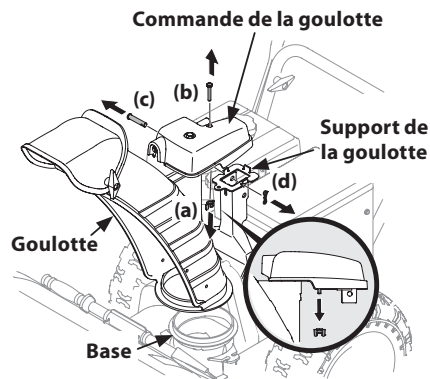

Figure 2-13
1. Retirez l'écrou à oreilles (a) et la vis hex. (b) qui se trouvent sur la commande de la goulotte ainsi que la goupille fendue (d) et l'axe de chape (c) sur le support de la goulotte. Voir Figure 2-13. Positionnez la goulotte (tournée vers l'avant) sur sa base.